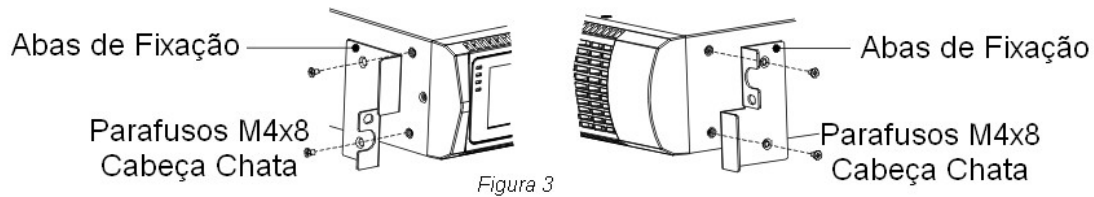

Figura 3
8. Alinhe os suportes de montagem com os furos de parafuso em cada lado do Nobreak e fixe com os parafusos de cabeça chata M4x8 (veja FIGURA 3).